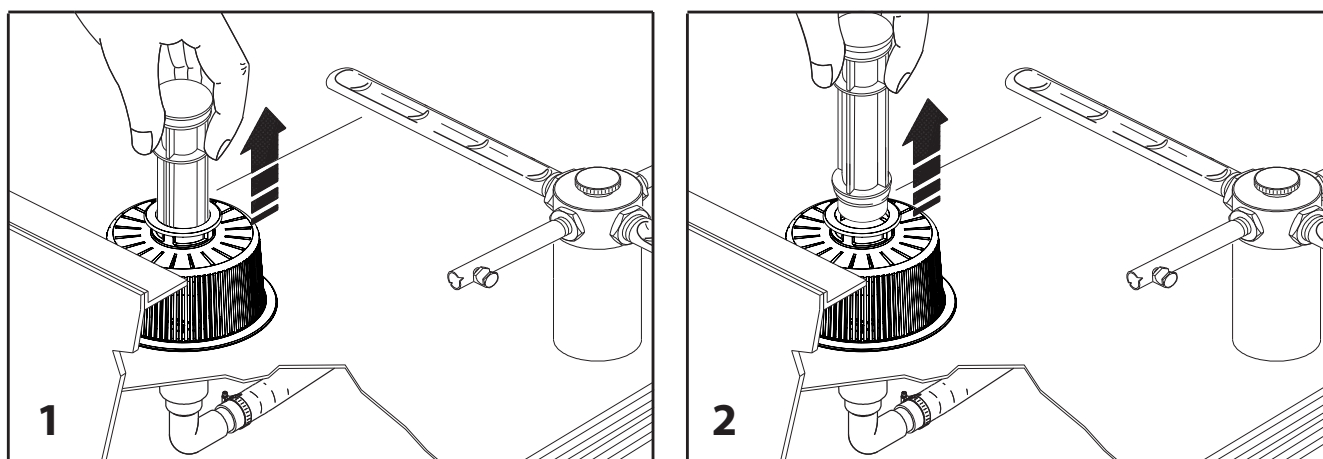

Рис. 16
5. Снимите шланг перелива (рис. 16)